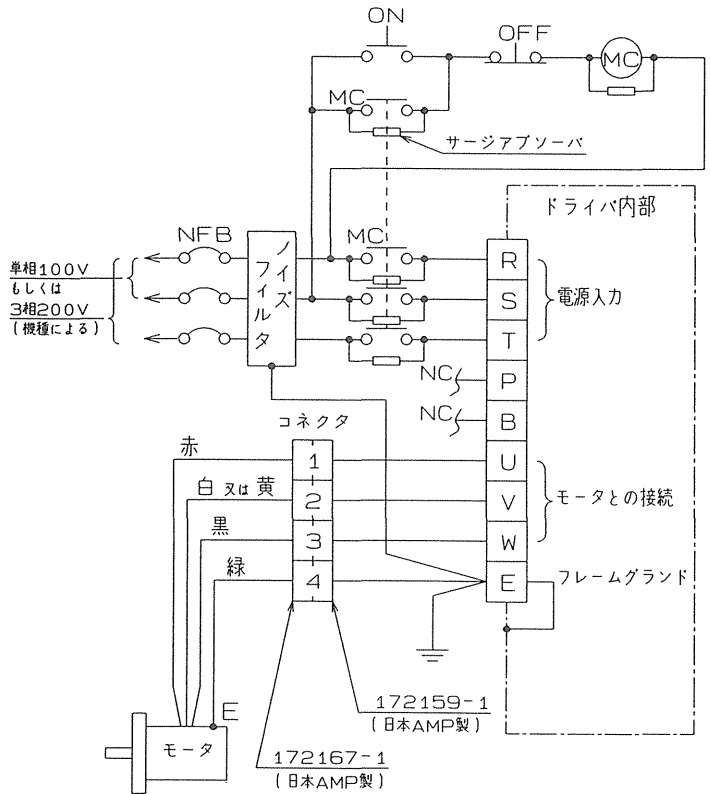

図1. 端子台への配線例
- (1) 図1の“端子台への配線例”に従って配線してください。
- (2) 配線用機器、使用電線等については、5-2項“配線用機器の選定”を参照してください。
- (3) 電源入力端子 (R, S, T) とモータ用出力端子 (U, V, W) を逆接続しないでください。
- (4) モータ用出力端子 (U, V, W) を地絡させたり、互いに短絡させないでください。
- (5) 端子 P, B には通常何も接続しないでください。又電源投入時、P, B には高電圧が印加されていますので触れないでください。